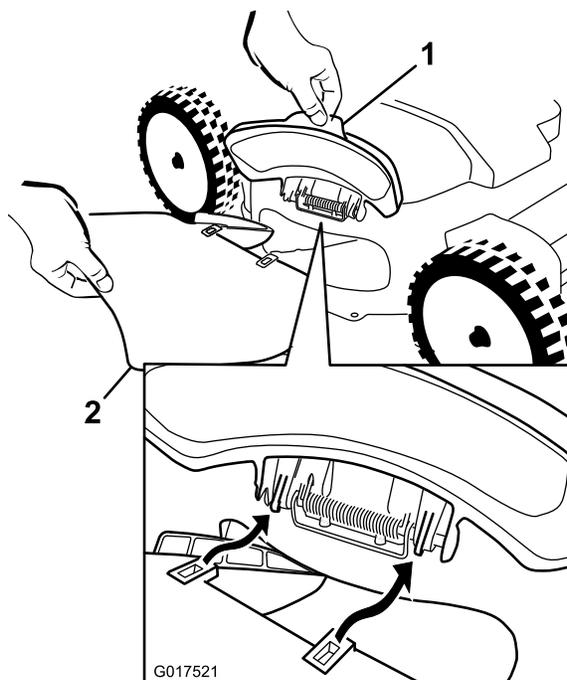
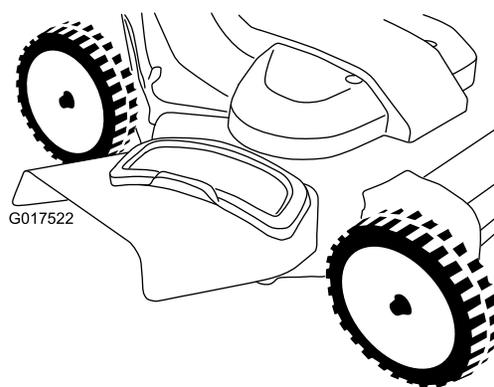

Рисунок 27
Рисунок 28
1. Поднимите боковой отражатель выброса в открытое положение (Рисунок 27).
2. Установите боковой желоб для выброса, как показано на Рисунок 27 и Рисунок 28, и закройте отражатель на желобе.